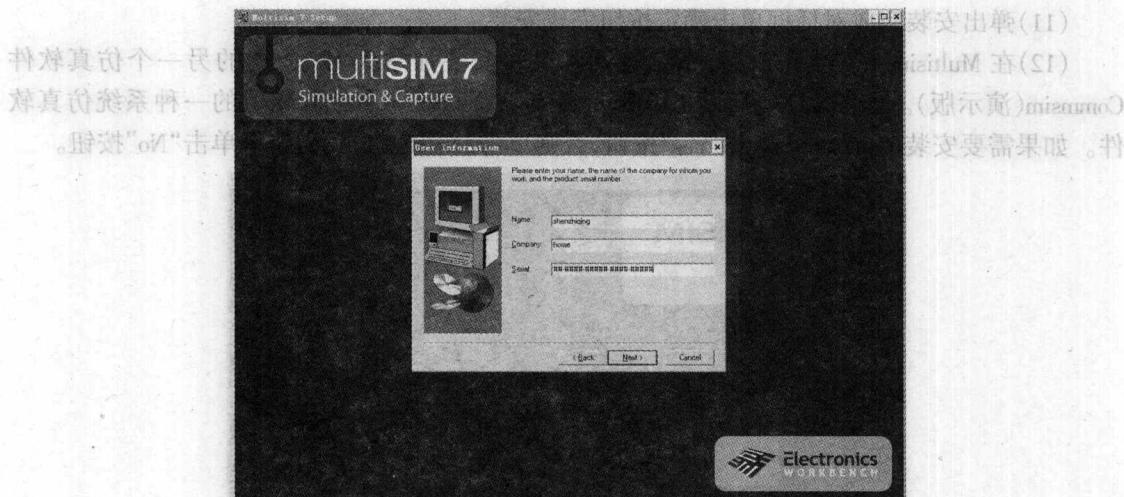

图 1.1.1 使用者信息对话框
(5)出现 User Information 对话框如图 1.1.1 所示,要求输入用户信息及 Multisim 7 提供的序列码。输入完毕后单击“Next”按钮。